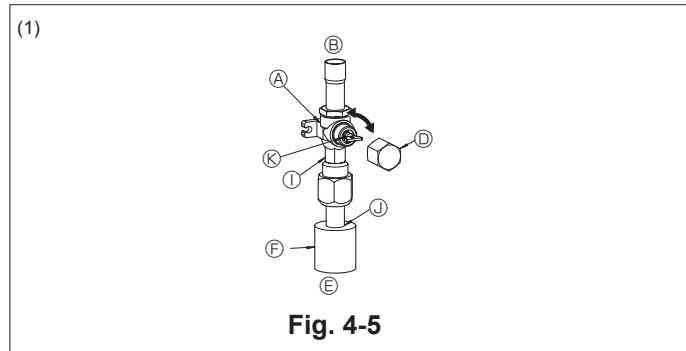
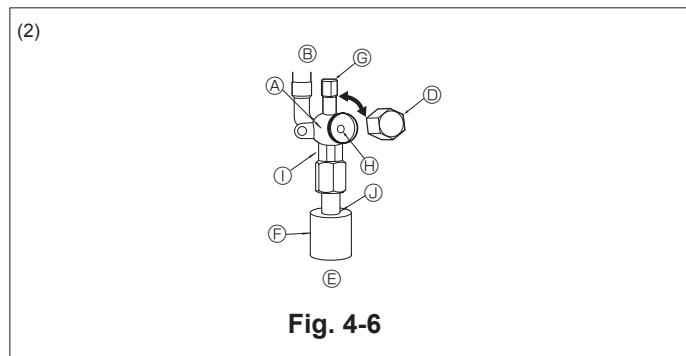

Fig. 4-5
Fig. 4-6
- (1) Lado del gas (Fig. 4-5)
- ① Quite la tapa, tire de la manivela hacia usted y gire 1/4 de vuelta hacia la izquierda para abrir.
- ② Cerciórese de que la válvula de parada esté completamente abierta, empuje la manivela y enrosque la tapa en su posición original.
- (2) Lado del líquido (Fig. 4-6)
- ① Abra la tapa y gire la varilla de válvula hacia la izquierda hasta su tope, utilizando una llave hexagonal de 4 mm. Deje de girar cuando llega al tope. (ø6,35, 1/4 inch: Aproximadamente 4,5 revoluciones) (ø9,52, 3/8 inch: Aproximadamente 10 revoluciones)